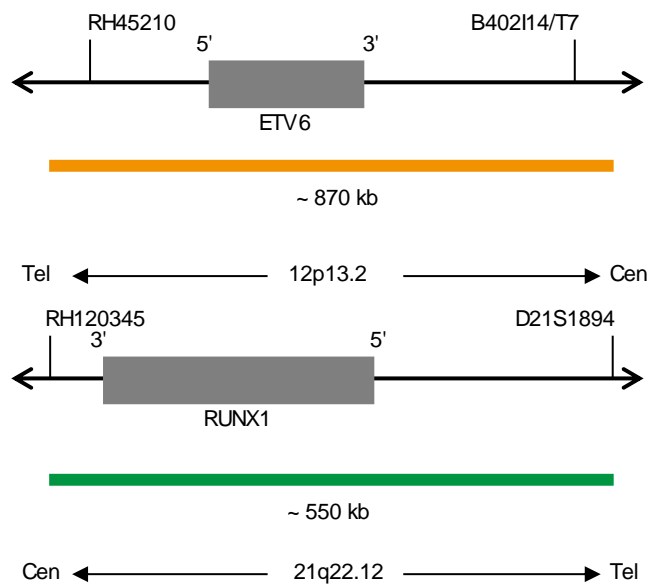

Fig. 1: Cima: SPEC ETV6 Mapa da sonda; Baixo: SPEC RUNX1 Mapa da sonda (sem escala)
- Polinucleótidos (~6.0 ng/μl) com marcação ZyOrange (excitação 547 nm/emissão 572 nm), dirigidos ao mapeamento de sequências alvo em 12p13.2* (chr12:11,586,400-12,454,330) contendo o gene ETV6 (ver Fig. 1).
- Polinucleótidos (~12.0 ng/μl) com marcação ZyGreen (excitação 503 nm/emissão 528 nm), dirigidos ao mapeamento de sequências alvo em 21q22.12* (chr21:36,106,492-36,657,941) contendo o gene RUNX1 (ver Fig. 1).